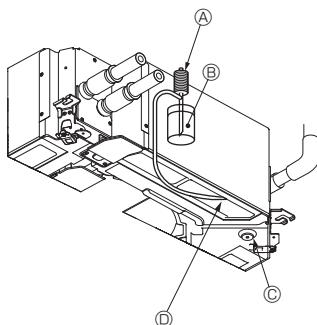

Fig. 7-6
7.4. Verificação da drenagem (Fig. 7-6)